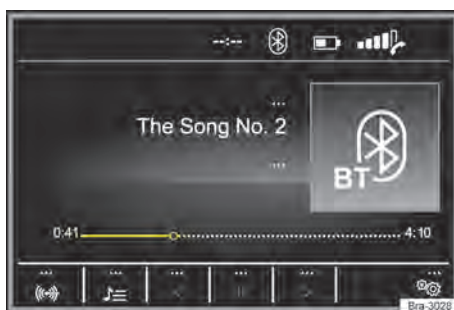
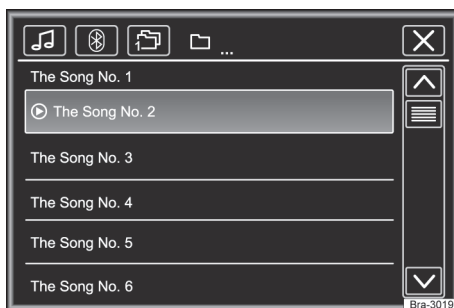

Fig. 142 Menú principal de medios.
Fig. 143 Operación de la radio: lista de estaciones.
- Presionar la tecla **MEDIA** para abrir el menú principal **MEDIA** → fig. 142.
Las fuentes de medios que se reproducen actualmente se exhiben en el botón de función en la parte inferior izquierda → fig. 142.
Legenda para → fig. 142 y → fig. 143: